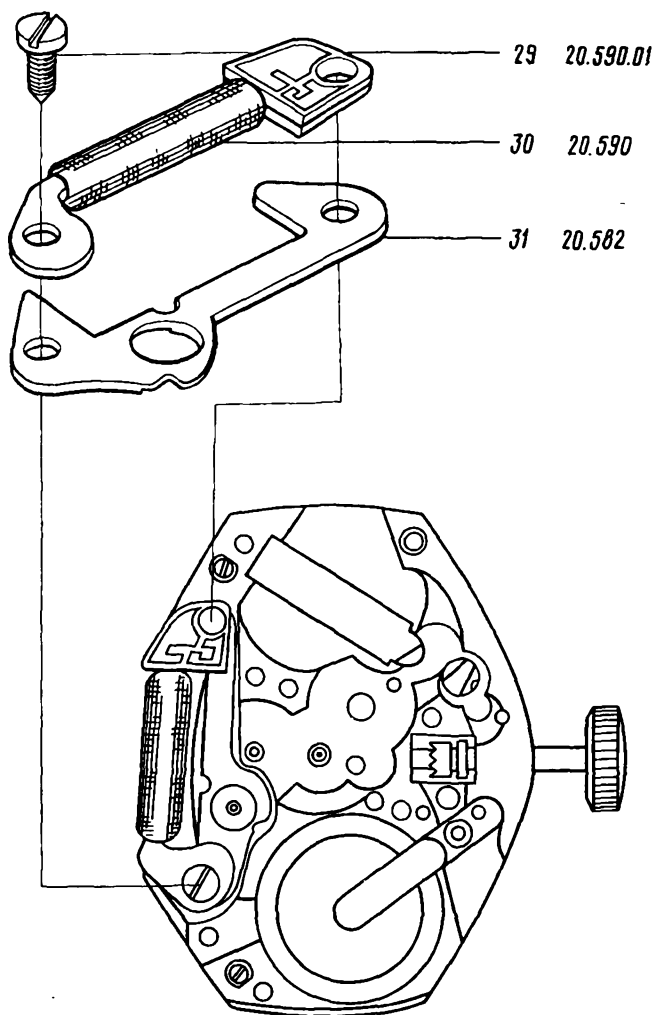

Рис. 100
33. Отвернуть и снять винт 29 катушки (рис. 100)